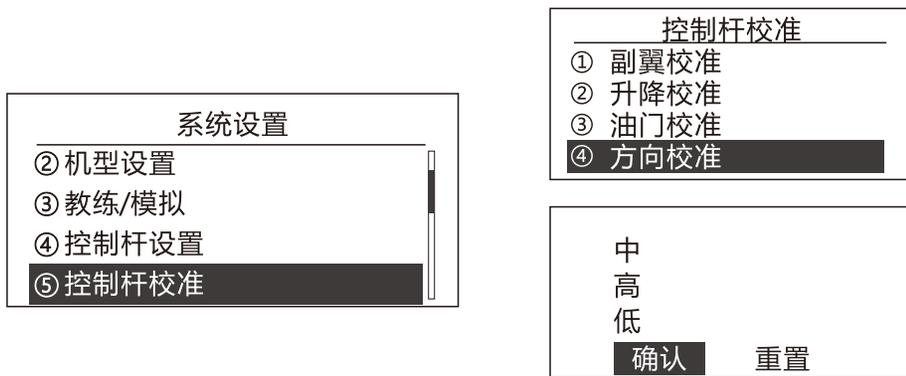

图3
- 3.选择后进入图3.当"中"高亮时,直接按确认键(此时中点已校准OK),进入摇杆最大值(高)校准。